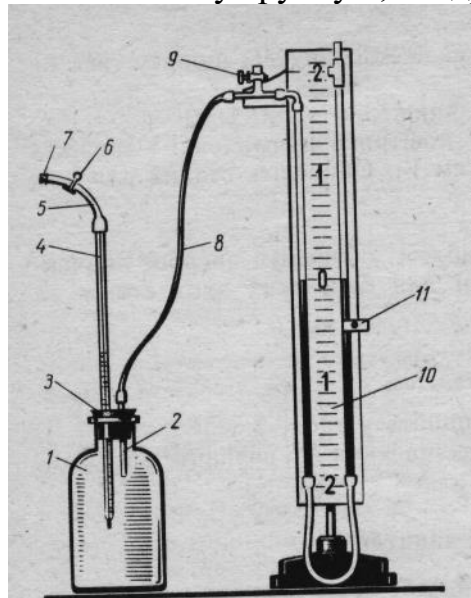

Рис. 12.
Для виконання роботи складають установку, яку зображено на рис. 12. Вона складається з скляної посудини 1, що закрита гумовою пробкою 3 з двома отворами, в один з яких вставлено скляну трубку 2, а в другий – мікро
2. Зберіть установку за рис. 12.
8. Обчисліть молярну газову сталу за формулою (4).